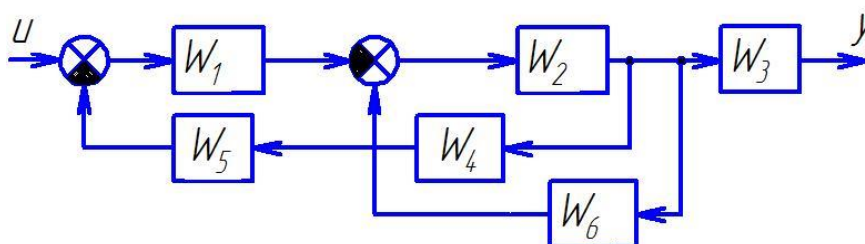

Рис. 1. Структурная схема
**Задача 1.** Найти эквивалентную передаточную функцию схемы (рис. 1).